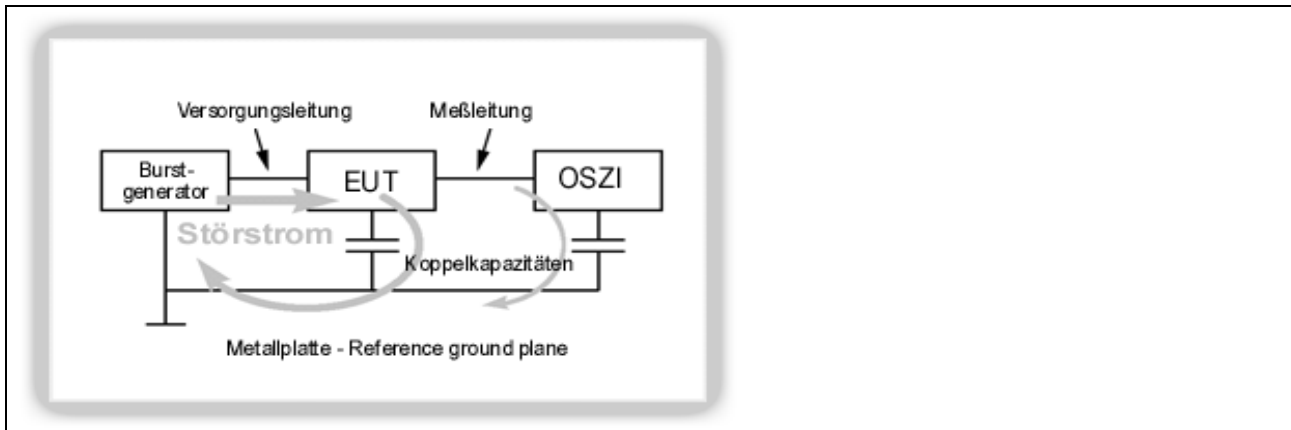

Bild 2 Ein Teil des Störstroms beeinflusst das Oszilloskop
- Wird während der Störbeeinflussung gemessen und dazu z.B. ein Tastkopf eines Oszilloskopes im Prüfling angeschlossen, so fließt parallel zum eigentlichen Störstromweg ein Anteil Störstrom über den GND-Anschluss des Tastkopfes zum Oszilloskop (**Bild 2**). Dadurch wird der Störstrom im Prüfling verändert, auf dem Schirm von Tastkopf und Messleitung ein Spannungsabfall erzeugt, der mit gemessen wird, und möglicherweise das Oszilloskop beeinflusst.